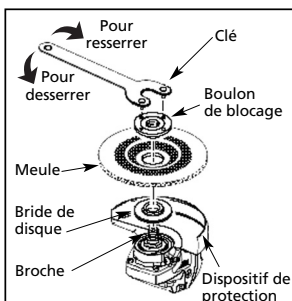

Figure 2
- Votre meuleuse est expédiée avec la bride de disque et l'écrou de serrage fixés à la broche (voir les figures 2 et 3).